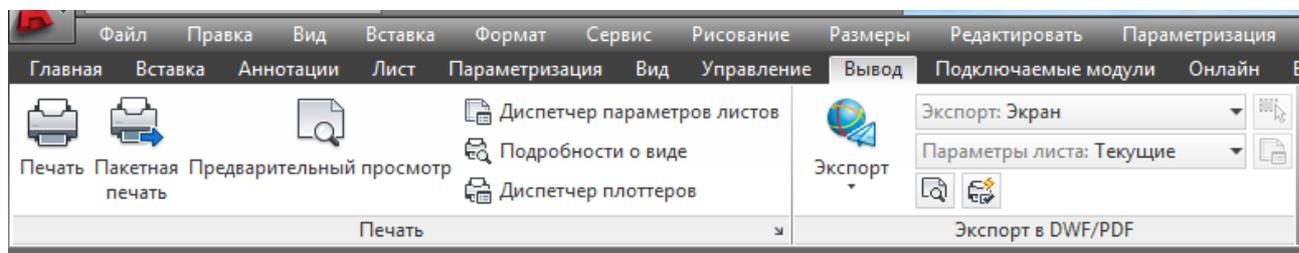

Рис. 1.70. Панель инструментов **Печать**.
- на панели инструментов **Печать** вкладки **Вывод** ленты (рис. 1.70);